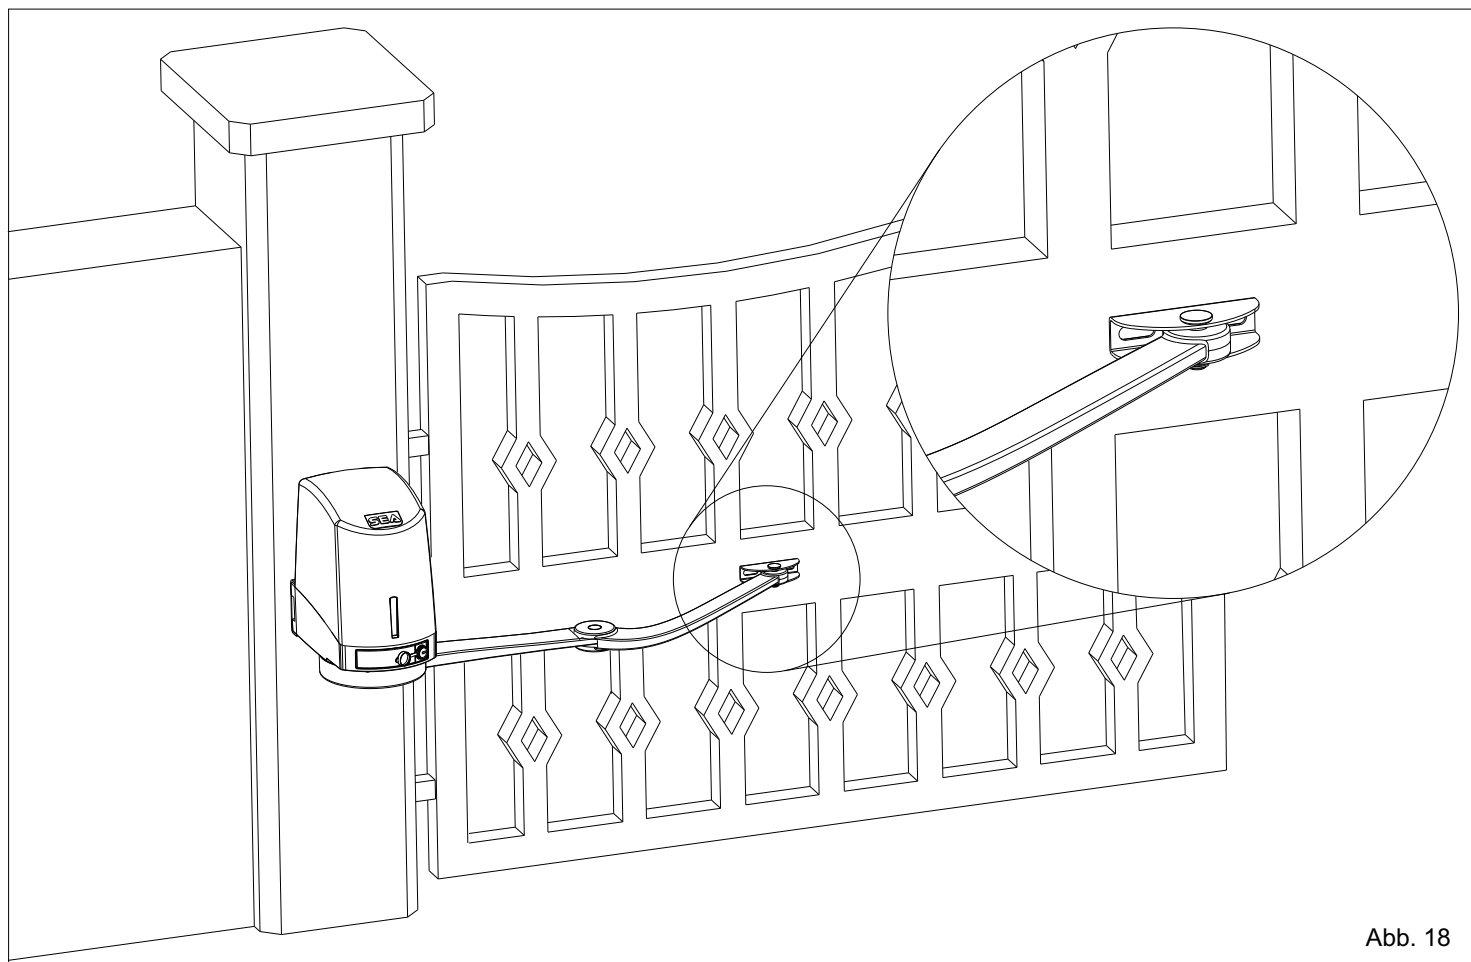

Abb. 18
- Den Knickarm strecken (Abb. 10), die regulierbare Hinterbefestigung an das Tor halten und in der Mitte der zwei Ösen (siehe Masse in Abb. 10) markieren (Abb. 18).